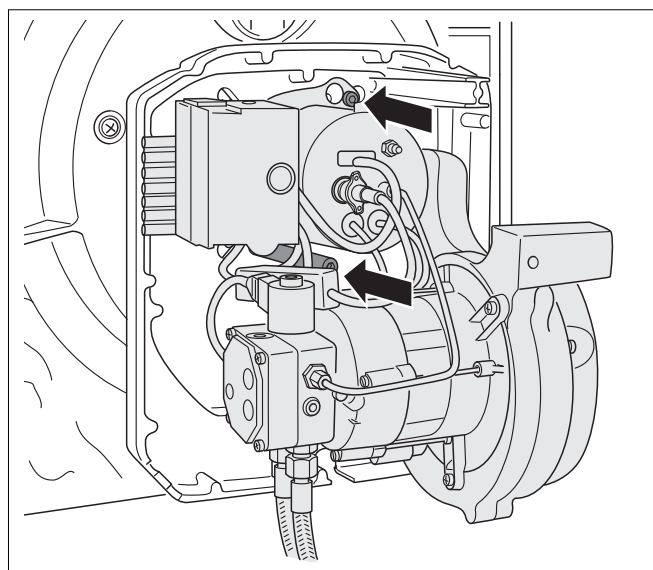

Fig. 23 Fijar el quemador en la pared trasera
- Colocar el quemador en los dos tornillos en la pared trasera del quemador (fig. 23).